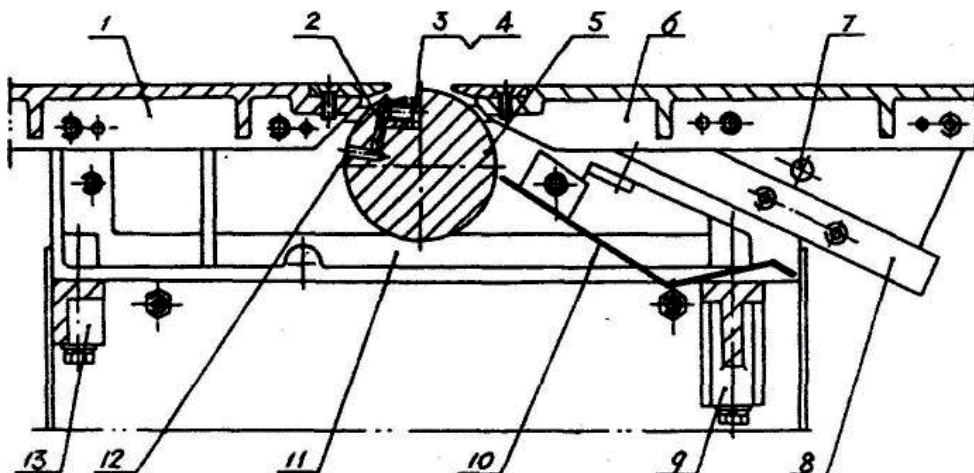

Рис. 5 Стругальний блок
#### Стругальний блок (Рис. 5)
- Див. Рис. 5. Послабте болт ножа 3, вставте викрутку у отвір 12, витягніть механізм 2 назвни, потім трохи закрутіть болт 3, розмістіть пласку лінійку на середню частину крайової пластини заднього столу 1.
- Поставте упор для фасок з напрямною та з'єднайте напрямну з основою, як зазначено на Рис. 5.